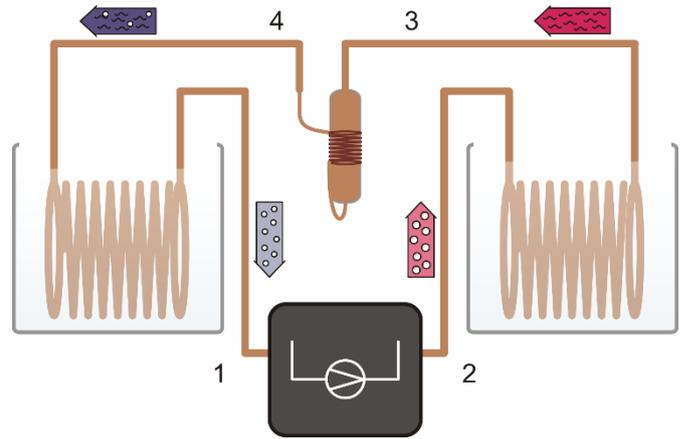
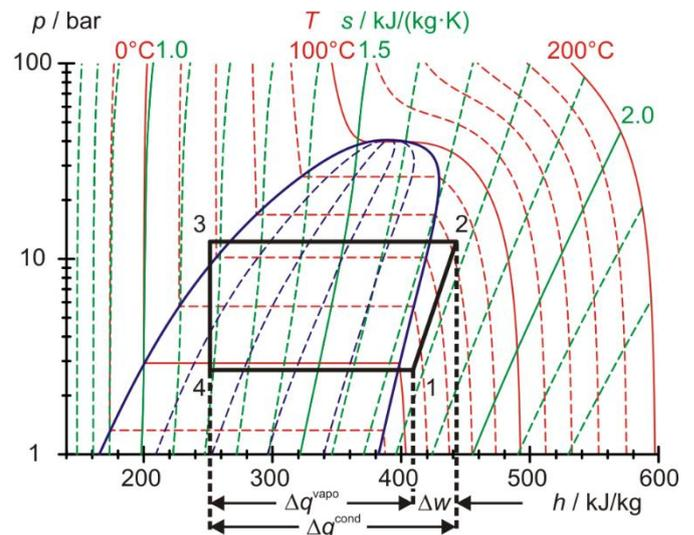

Fig. 2: Représentation schématique de la pompe à chaleur avec un compresseur (1, 2), un condenseur (2, 3), un détendeur (3, 4) et un évaporateur (4, 1)
Fig. 3: Représentation sur un diagramme de Mollier du cycle thermodynamique idéalisé de la pompe à chaleur
Au moment de la compression, le fluide caloporteur gazeux est aspiré par le compresseur, comprimé sans variation de l'entropie ($s_1 = s_2$) de p_1 à p_2 , et surchauffé (voir Fig. 2 et Fig. 3). Cela explique que la température augmente de T_1 à T_2 . Le travail (énergie) mécanique de compression $w = h_2 - h_1$ est fourni par unité massique.
- Fixer un capteur de température devant le compresseur (point de mesure 1 dans la Fig. 2), derrière le compresseur (point de mesure 2), devant le détendeur (point de mesure 3) et derrière le détendeur (point de mesure 4) au tuyau en cuivre et brancher les quatre capteurs aux entrées analogiques A1, A2, A3 et A4 de VinciLab.